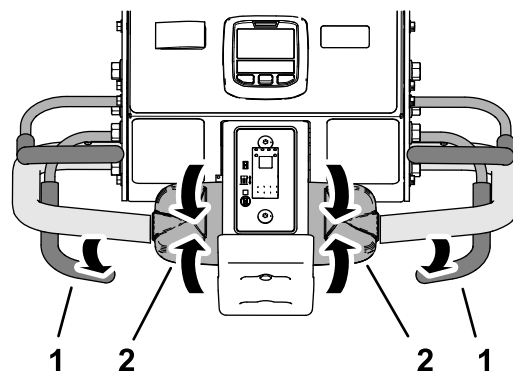

Figure 96
1. Si vous avez abaissé la tête d'aération, relâchez la barre de commande d'aération (Figure 96).